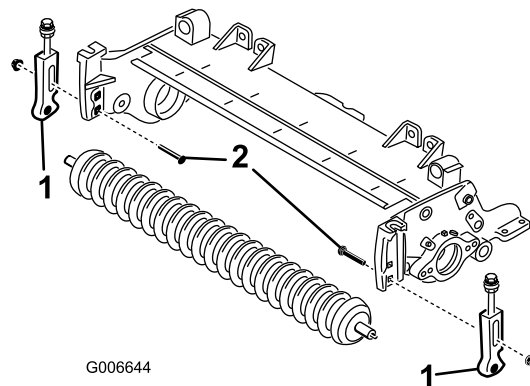

Рисунок 4
5. Отверните каретные болты и гайки, крепящие кронштейны высоты скашивания к боковым пластинам режущего блока (Рисунок 4).
7. Снимите кронштейны высоты скашивания и передний каток с боковых пластин режущего блока (Рисунок 4).